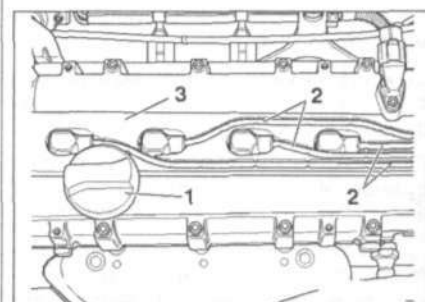

Рис. 2.23. Выкрутите крышку 1 маслозаливной горловины. Отсоедините высоковольтные провода 2 от крышки 3 и снимите крышку.
16. Выкрутите крышку 1 маслозаливной горловины (рис. 2.23). Отсоедините высоковольтные провода 2 от крышки 3 и снимите крышку.